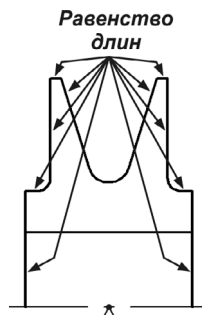

Рис. 64.5.
11. На все парные отрезки наложите связь *равенство длин*. Всего таких пар пять (рис. 64.5).